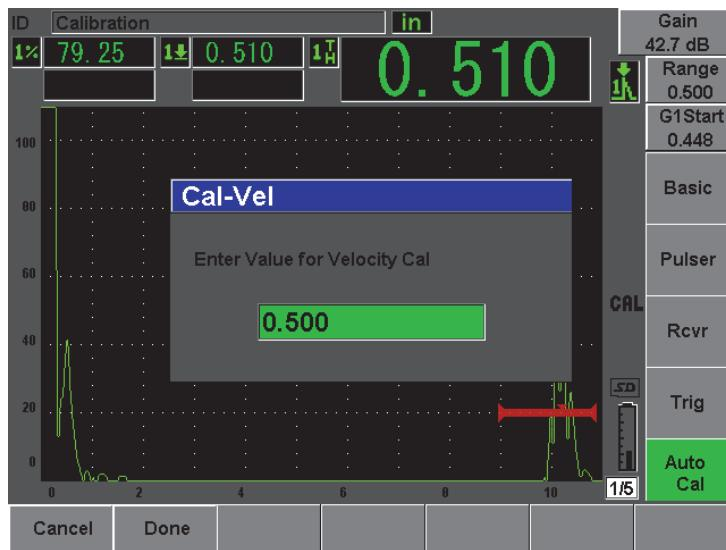

图 10-9 输入声速校准厚度值
16. 在 **Cal-Vel**（校准声速）对话框中，将数值调整到与阀门中信号指示的已知厚度相应的数值（本例中为 0.500 in.），然后选择 **Done**（完成），完成校准操作（参见第 165 页的图 10-9）。